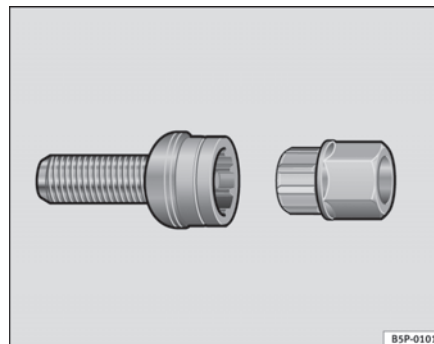

Abb. 140 Diebstahlhemmende Radschrauben
- Setzen Sie den Adapter bis zum Anschlag in der diebstahlhemmenden Radschraube ein ⇒ Abb. 140.